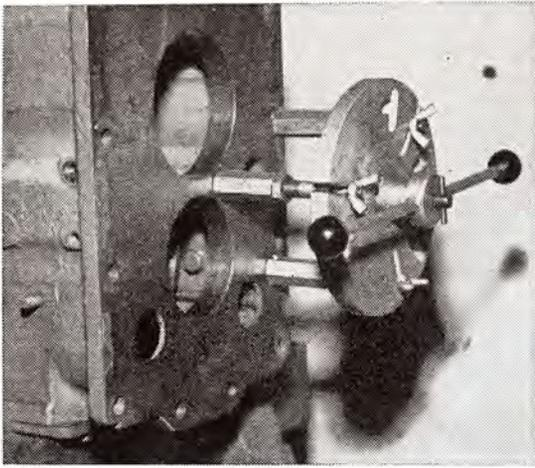

Abb. 85
3. Mit Hilfe eines Abziehers (Abb. 85) — zum Abzieher können auch kurze Ständerfüsse benützt werden — ist die Nutenwelle (Abb. 84/4) nur zum Teil herauszuziehen; dadurch wird der Vorderteil der Nutenwelle aus den Nadellagern in der Kupplungswelle herausgeschoben.
1. Die Sicherungsschraube (Abb. 82/2) ist aus dem Bolzen (Abb. 82/1) des Rades des Rückwärtsganges auszuschauben. Mit Hilfe eines Abziehers (Abb. 85) ist der Bolzen aus dem Getriebegehäuse herauszuschieben.